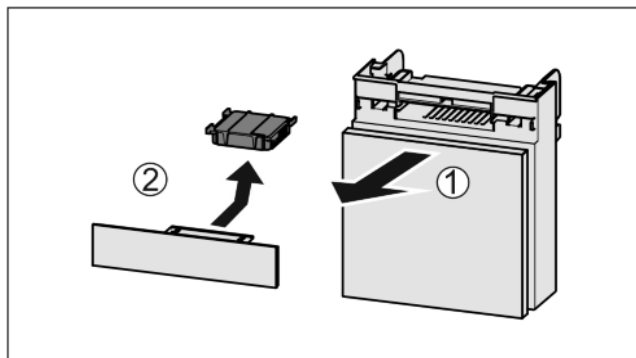

Fig. 35
- ▶ Wyciągnąć Fig. 35 (1) komorę do przodu.
- ▶ Wyjąć Fig. 35 (2) filtr z węglem aktywowanym.